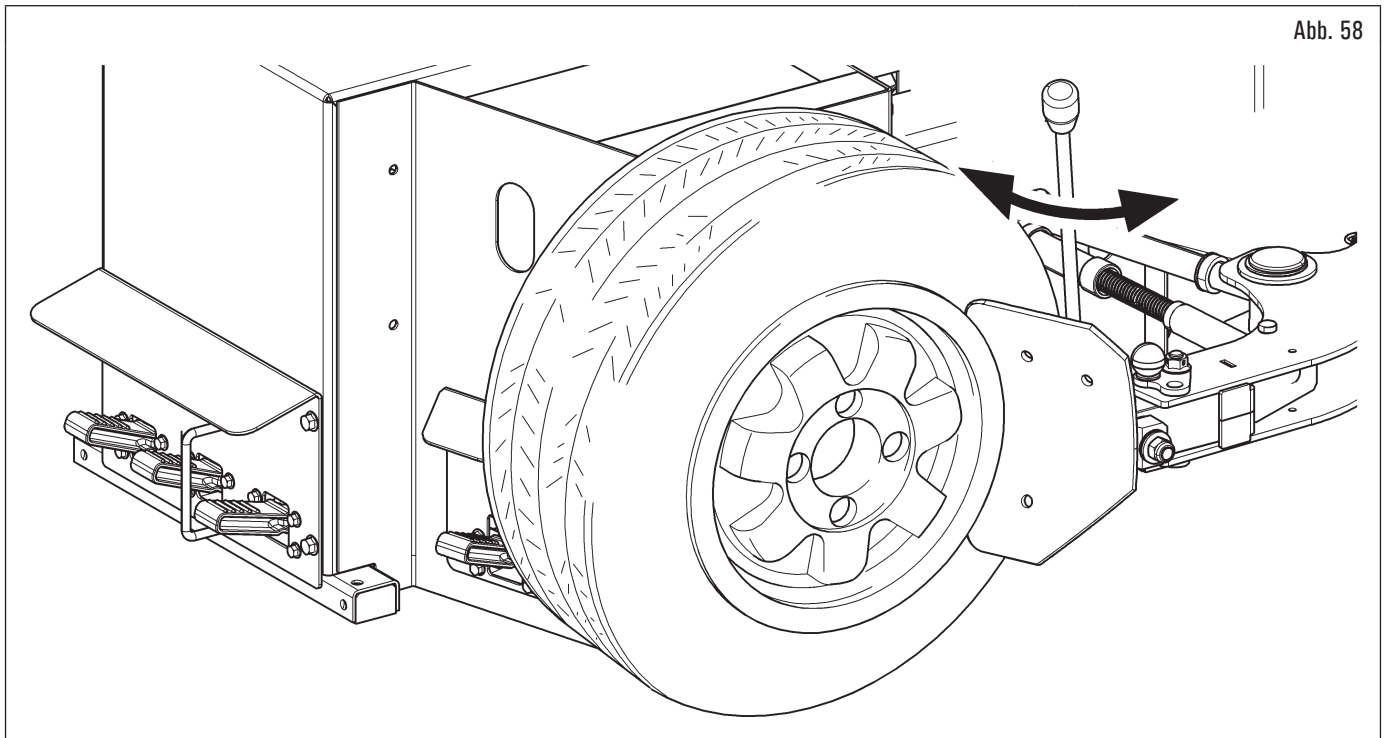

Abb. 58
1. bringen Sie das Rad wie in Abb. 58 gezeigt an und nähern Sie das Abdrückschaufel dem Rand der Felge;